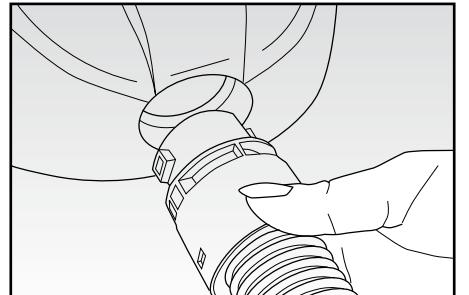

Fig. 2
- Inserire il mancotto (I) nell'apertura di entrata dell'aria (C) e premerlo finché non si blocca a scatto. Per rimuoverlo, è necessario premere contemporaneamente i due pulsanti di sblocco (L) ed estrarlo (Fig. 2).